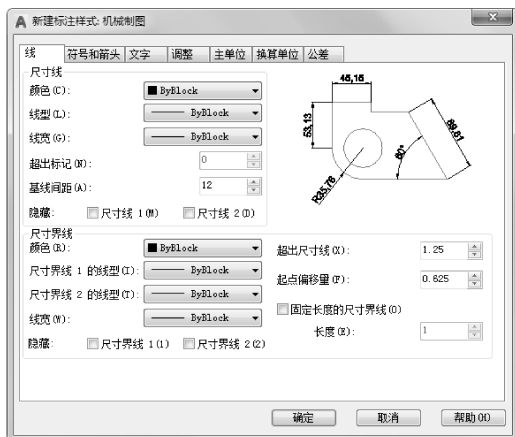

图 9-34 “线”选项卡
(1) 单击“默认”选项卡“注释”面板中的“标注样式”按钮, 设置标注样式。在打开的“标注样式管理器”对话框中单击“新建”按钮, 创建新的标注样式“机械制图”。该样式用于标注机械图样中的线性尺寸。
(2) 单击“继续”按钮, 对打开的“新建标注样式: 机械制图”对话框中的各个选项卡进行设置, 其中“线”选项卡的设置如图 9-34 所示, 在其他选项卡中设置“字高”